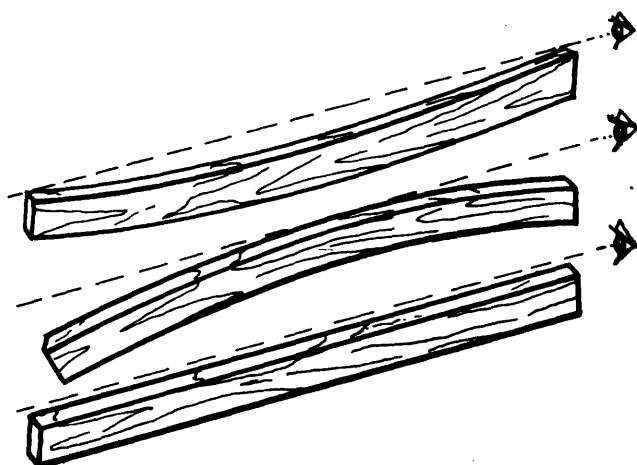

Fig. 1
- 2º paso *Compruebe la rectitud de la regla a ojo (fig. 1).*
Para comprobar si una regla está recta, mire con un solo ojo por el canto de un extremo a otro. Si está torcida, el ojo lo apreciará (fig. 1).